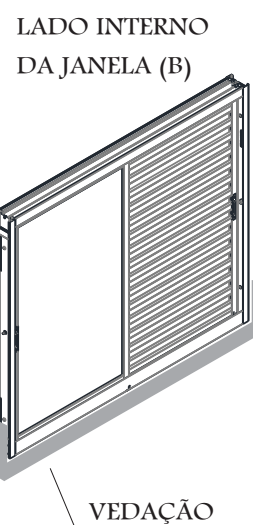

Figura 10 - B
(A) Vedar toda extensão horizontal da pingadeira antes de encostar a esquadria no vão, conforme figura 10-A.